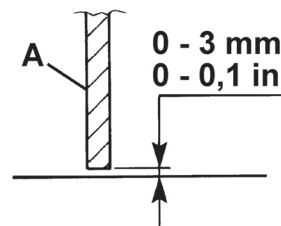
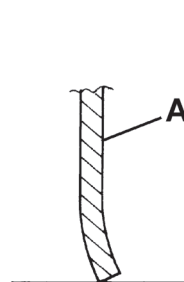
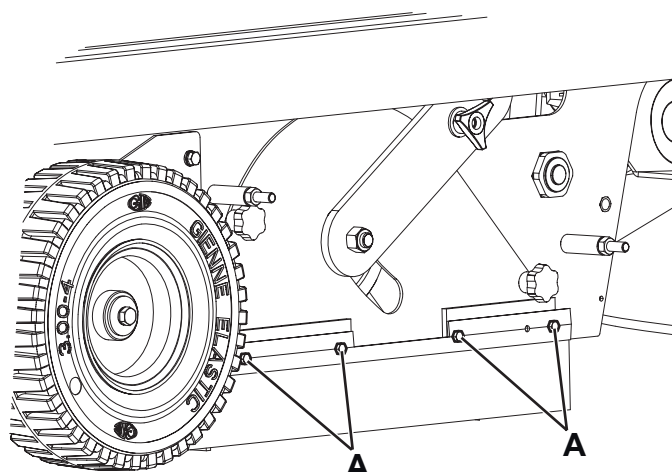
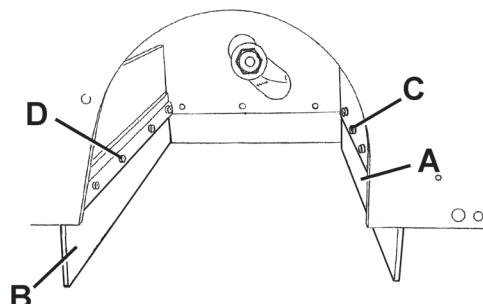

Рис. 14
Рис. 15
Рис. 17
Рис. 18
6. Убедитесь, что боковые юбки (13 и 14) находятся на расстоянии 0 – 3 мм от земли (А, Рис. 14). Если необходимо, отрегулируйте высоту юбки с помощью прорезей на винтах (А, Рис. 17).
- Передняя юбка (А, Рис. 18) слегка касалась земли и не отставала от нее (А, Рис. 15).
- Задняя юбка (В, Рис. 18) находится на расстоянии 0-3 мм от земли (А, Рис. 14).
11. Если необходимо, отрегулируйте высоту юбки с помощью прорезей на винтах (С и D, Рис. 18).